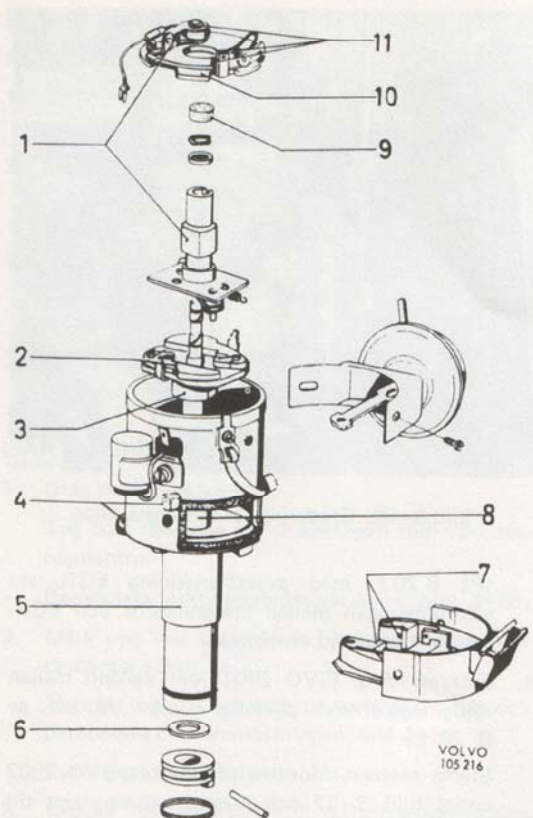

Bild 3-34. Smörjschema för fördelare
4. Smörj fördelaren enligt anvisningarna på bild 3-34.